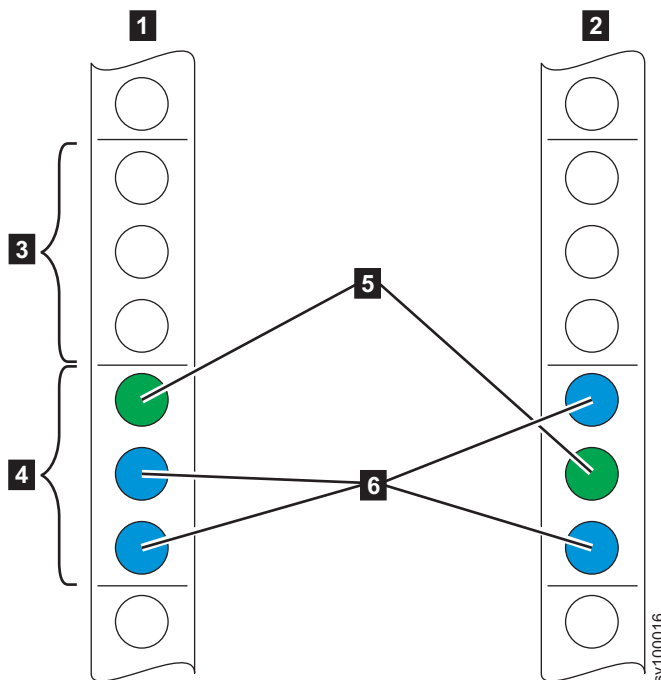

Figura 21. Identificación del espacio de bastidor
2. Seleccione un espacio 2U disponible (en función del nodo que esté instalando) en el bastidor para instalar el nodo, tal como se muestra en Figura 21.